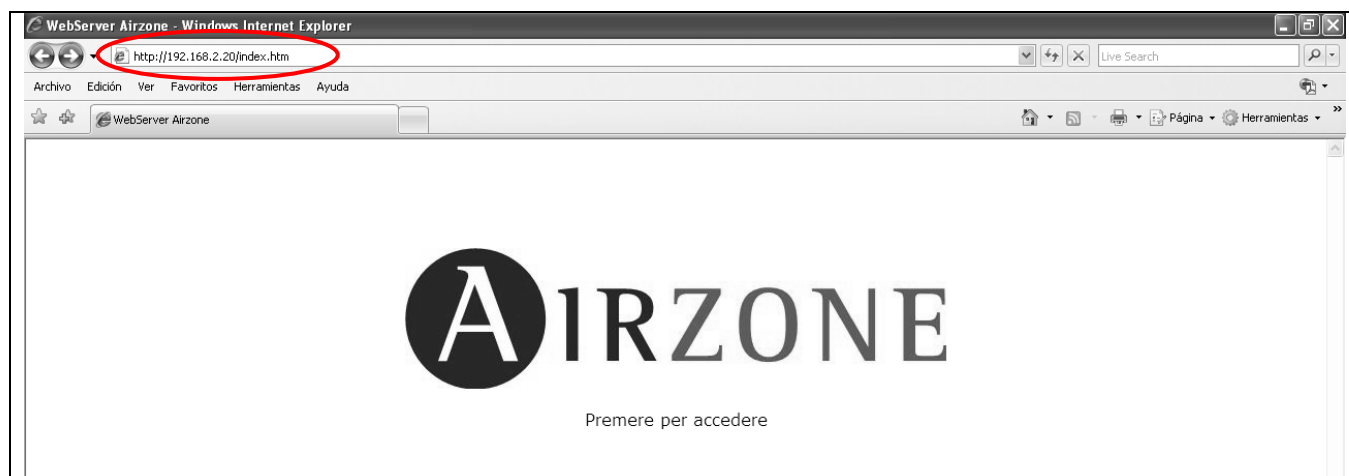

Fig. 5
- 5) Accedere da un browser web all'indirizzo web "http://192.168.2.20" (Fig. 5) digitando l'indirizzo nella barra degli indirizzi.